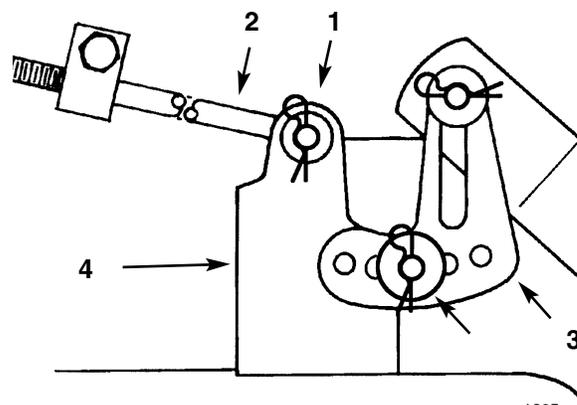

Fig. 44
7. Inserire il capo dell'asta lunga nel foro dell'attacco del tosaerba (Fig. 44) e fissare l'asta montando la rondella e la coppiglia a forcina. Ripetere questa operazione dall'altro lato del tosaerba.
8. Montare la staffa ad asola di livellamento del tosaerba sulla spina della leva dell'altezza di taglio (Fig. 44), quindi la rondella e la coppiglia a forcina per fissare il tosaerba. Ripetere questa operazione dall'altro lato del tosaerba.